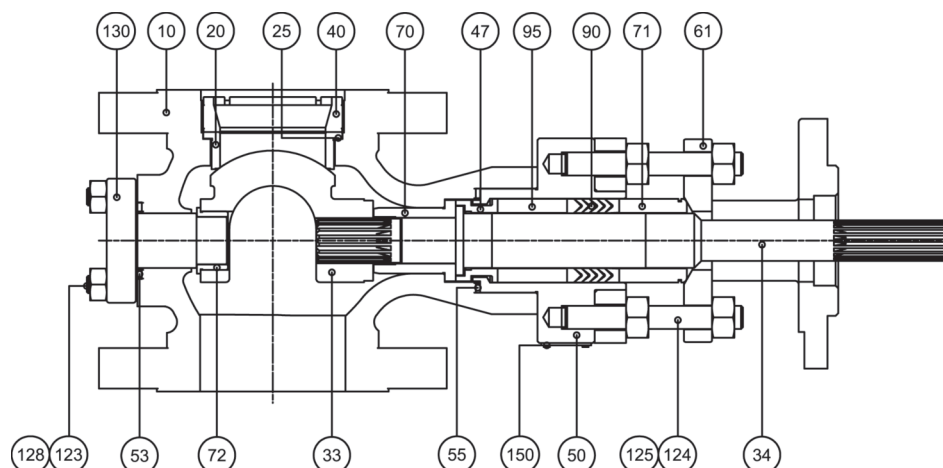

Figura 2: Subconjunto do Corpo da Válvula ExL
- Monte o mancal do eixo da válvula, posicionando-o no ressalto limitador existente no corpo. Veja Figura 2.